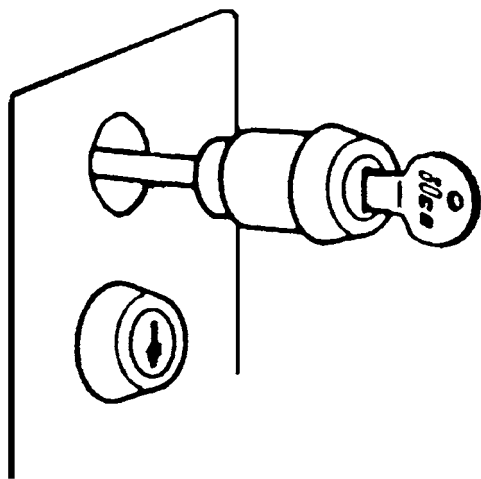

Рис. 8.12. Установка блока личины с резьбой
12. Вставить подходящий ("свой") ключ в цилиндр блока личины с резьбой (рис. 8.12). Пропустить фиксирующий винт через отверстие декоративной накладки крышки. Установочная стойка расположена в выемке диаметром 1 дюйм. При необходимости укоротить фиксирующий винт.